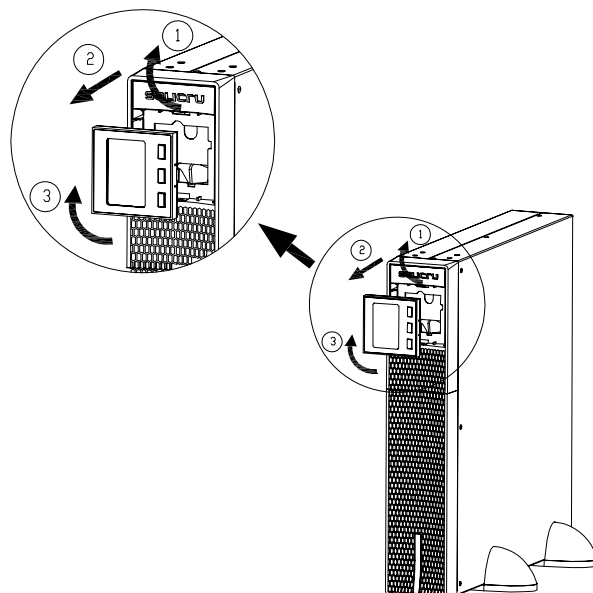

Fig. 5. Rotação do painel de controlo com monitor LCD sobre o embelezador plástico do frontal.
- As Fig. 5 a 11 representam exemplificativamente o grafismo de um equipamento ou deste com o seu módulo de baterias. Estas ilustrações são úteis e proporcionam orientação nos passos a seguir e não pretendem particularizar as instruções a um único modelo, embora na prática as ações a realizar sejam sempre as mesmas para todos eles.
- Para facilitar a leitura das mensagens do monitor quando o equipamento for instalado verticalmente, é possível rodar 90° o painel de controlo para a direita (ver Fig. 5).